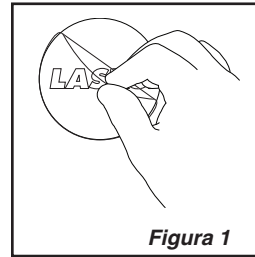

Figura 1
3. Remueva la película de plástico del adorno y deséchela. (*Figura 1*)